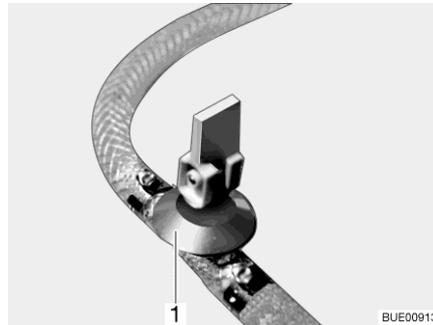

Fig. 148 Robinet de vidange (avec levier à bascule)
- Ouvrir tous les robinets de vidange. Placer pour ce faire le levier à bascule du robinet de vidange (Fig. 148,1) à la verticale.